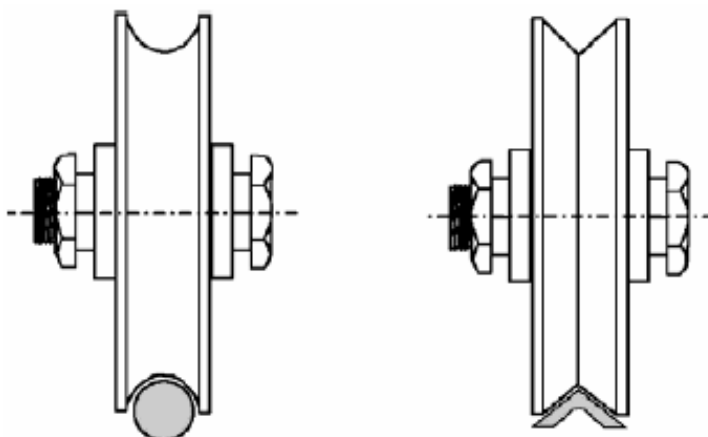

Fig. 4
- Verificar que as rodas (**ver Fig. 4**) utilizadas, sejam adequadas ao tipo de calha colocada no solo